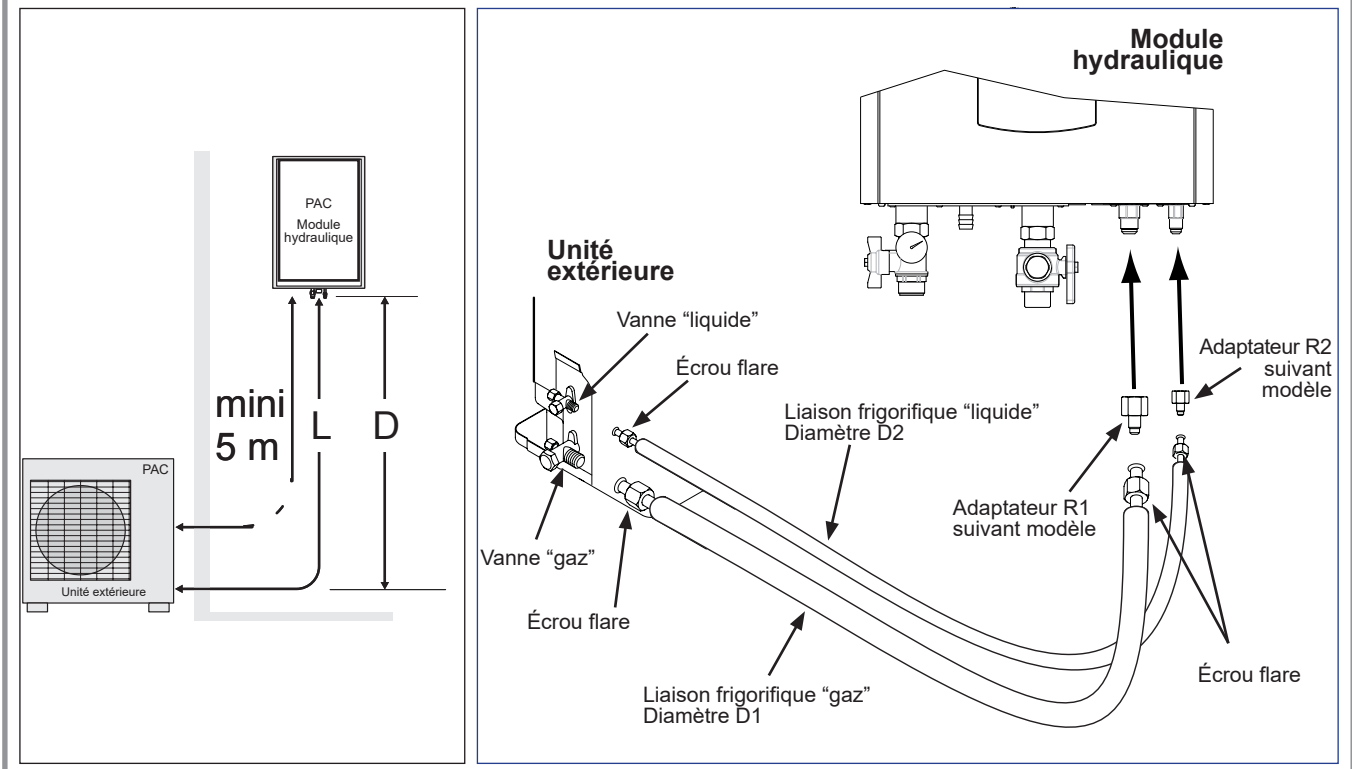

figure 18 - Raccordement des liaisons frigorifiques (diamètres et longueurs permises)
- ☞ Respecter les couples de serrage indiqués (figure 18).
- Retirer les bouchons d'accès (A) aux commandes des vannes.
- Remonter les 2 bouchons d'origine (en s'assurant de leur propreté) et les serrer avec le couple de serrage indiqué au tableau *figure 18, page 18*. L'étanchéité dans les bouchons est réalisée uniquement métal sur métal.